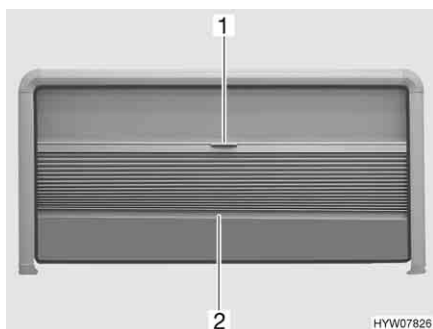

Fig. 14 Finestra apribile
- Chiusura:** ■ Afferrare la tendina oscurante pieghevole al centro dell'asta di chiusura (Fig. 14,2) e tirare delicatamente verso il basso.
- Apertura:** ■ Tenere la parte centrale dell'asta di chiusura (Fig. 14,2) della tendina oscurante pieghevole e spingere quest'ultima verso l'alto con cautela.
- Chiusura:** ■ Tirare la zanzariera a rullo verso il basso utilizzando la maniglia (Fig. 14,1).
- Apertura:** ■ Spingere la zanzariera a rullo completamente verso l'alto utilizzando la maniglia (Fig. 14,1).